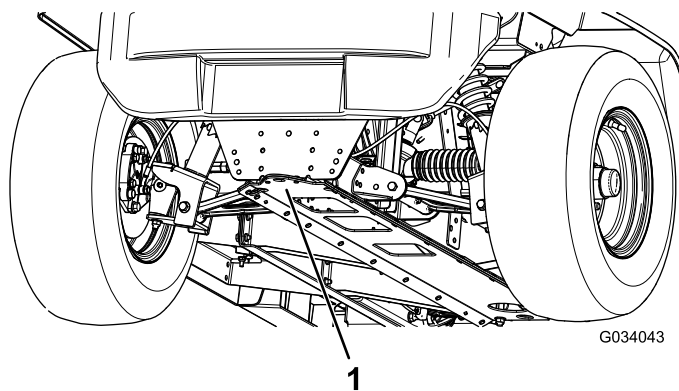

Bild 21
- Die vordere Hebestelle der Maschine befindet sich vorne am Rahmen hinter der Anhängerkupplung (Bild 21).